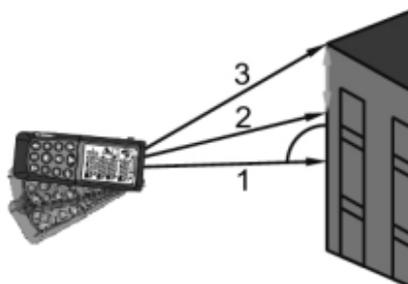

Fig. 11: Misura Indiretta a 3 punti – Modo 2
3. Posizionare lo strumento nel punto più basso (1) della misura (vedere Fig. 11 ) e premere il tasto  o il tasto laterale **MEAS**. Il risultato è mostrato nel primo display parziale. Il simbolo “” è mostrato a display con lato “2” lampeggiante
4. Posizionare lo strumento nel modo più orizzontale possibile (2) della misura (vedere Fig. 11) e premere il tasto  o il tasto laterale **MEAS** per eseguire la misura. Il risultato è mostrato nel secondo display parziale. Il simbolo “” è mostrato a display con lato “3” lampeggiante
5. Posizionare lo strumento nel punto più alto (3) della misura (vedere Fig. 11) e premere il tasto  o il tasto laterale **MEAS** per eseguire la misura. Il risultato è mostrato nel secondo display parziale
6. Il valore finale del risultato ottenuto dalla combinazione delle precedenti misure (vedere linea tratteggiata della Fig. 11) è mostrato nel display risultante